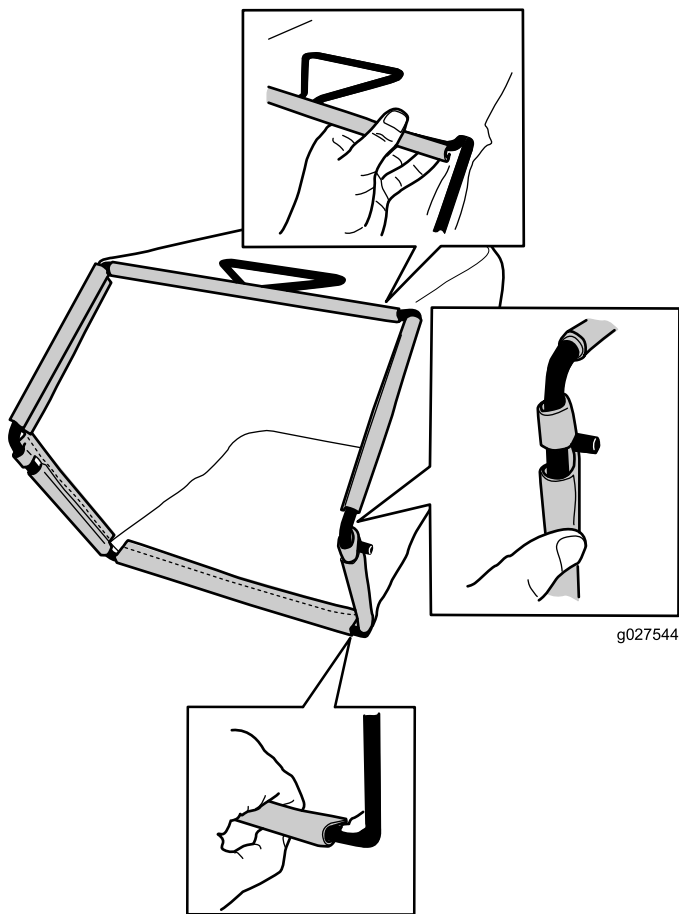

Figura 8
- 2. Enganche el canal inferior de la bolsa en la parte inferior del bastidor (Figura 8).
- 3. Enganche los canales superiores y laterales de la bolsa en la parte superior y en los laterales del bastidor, respectivamente (Figura 8).